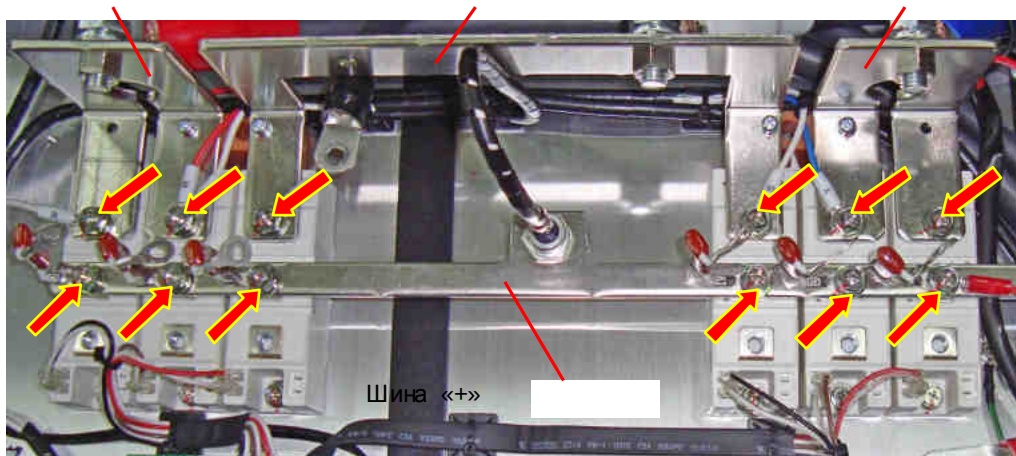

Рис. 6.29.
6.17.1. Выкрутить 6 винтов крепления шины «+» входных диодно-тиристорных модулей и балластных конденсаторов и 6 винтов крепления входных шин «R», «S», «T» (красные стрелки на рис. 6.29). Положить в винты и балластные конденсаторы в тару.